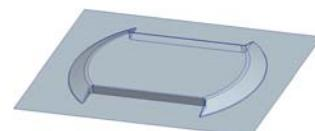

图 27.18 着色后的分型曲面
Step2. 着色显示所创建的分型面。单击 **视图** 功能选项卡 **可见性** 区域中的“着色”按钮 ；系统自动将刚创建的分型面 PS 着色，着色后的分型曲面如图 27.18 所示；在 **CntVolSel (继续体积块选取)** 菜单中选择 **Done/Return (完成/返回)** 命令。